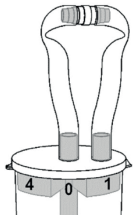

Abb. 4
9. Koble begge slangeendene godt til slangekontakten. Sugepolyp-fellen er dermed forseglet (Fig.4).